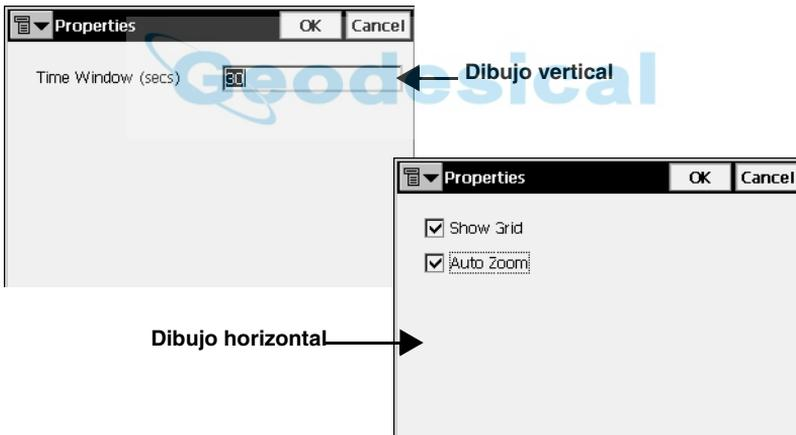

Figura 5-7. Propiedades (Dibujo)
-  : abre la pantalla **Propiedades** para modificar las características gráficas del dibujo (Figura 5-7).